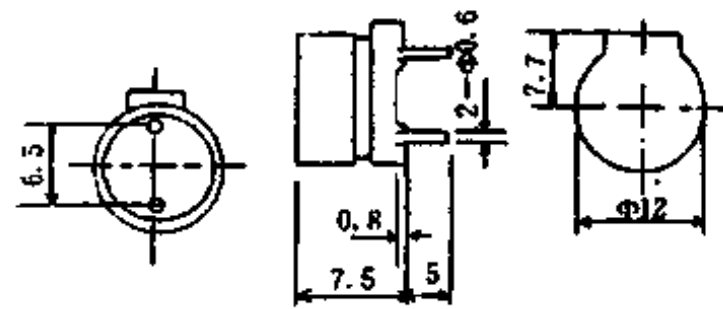

图 2-21 HC12-04 外形安装图
7. HC12-04型,体积 $\Phi 12 \times 7.5h$,重量 $< 2g$,工作电流 $\leq 70mA$,直流电阻分 6.5Ω 、 42Ω ,工作频率 $2731Hz$ 。声压 $\geq 85dB$ 。底部不胶封,不带音源。该产品应用于传呼机。外型尺寸如图2-21所示。